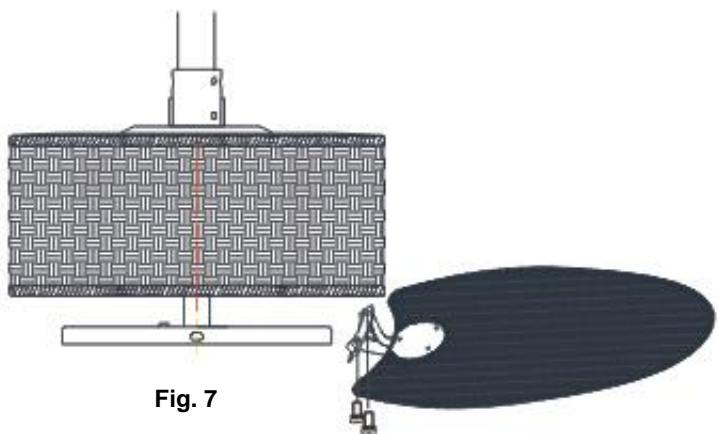

Fig. 7
3. Fissare la lama sul motore serrando 2 viti con rondelle. Assicurarsi che tutte le viti siano serrate in modo uniforme per ridurre la possibilità di deformazioni o sbilanciamenti. (Fare attenzione a non serrarle eccessivamente per evitare di danneggiare le pale). Ripetere il processo per le pale rimanenti. (Fig. 7).